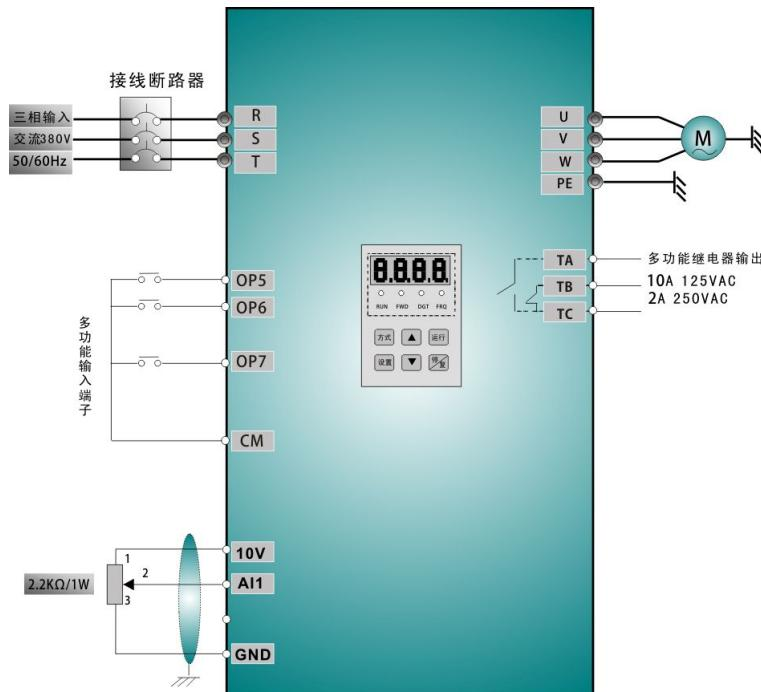

图 4-3 接线图 3
- (1) 按图 4-3 配线，检查接线正确后，合上空气开关，变频器上电；